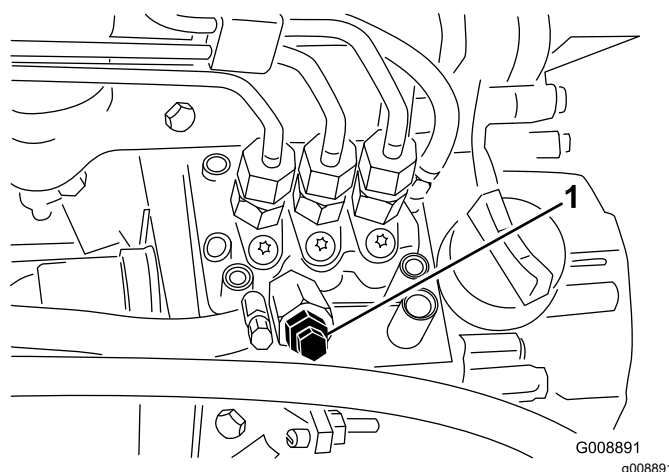

Figura 39
3. Desaperte o parafuso de purga que se encontra na bomba de injeção de combustível (**Figura 39**).